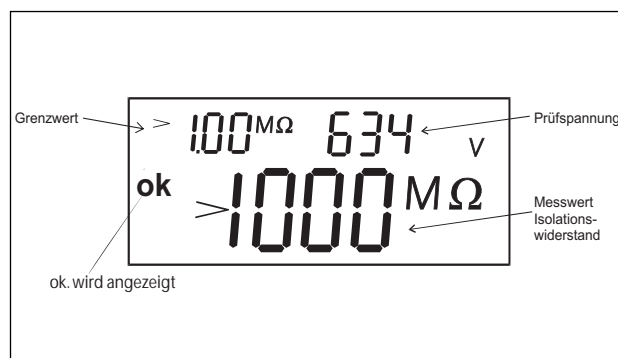

Abb.7.15.
- Die Taste **START/STOP** am COMMANDER 1 solange drücken, bis sich das angezeigte Messergebnis stabilisiert hat. Die **AKTIV**-Lampe auf dem Gerät und am COMMANDER 1 beginnt zu leuchten und zeigt an, dass die Messung läuft. Der letzte Messwert wird angezeigt, siehe Abb. 7.15.
- Die Taste **START/STOP** am COMMANDER 2 solange drücken, bis sich das angezeigte Messergebnis stabilisiert hat. Die **AKTIV**-Lampe auf dem Gerät und am COMMANDER 2 beginnt zu leuchten und zeigt an, dass die Messung läuft. Der letzte Messwert wird angezeigt, siehe Abb. 7.15.